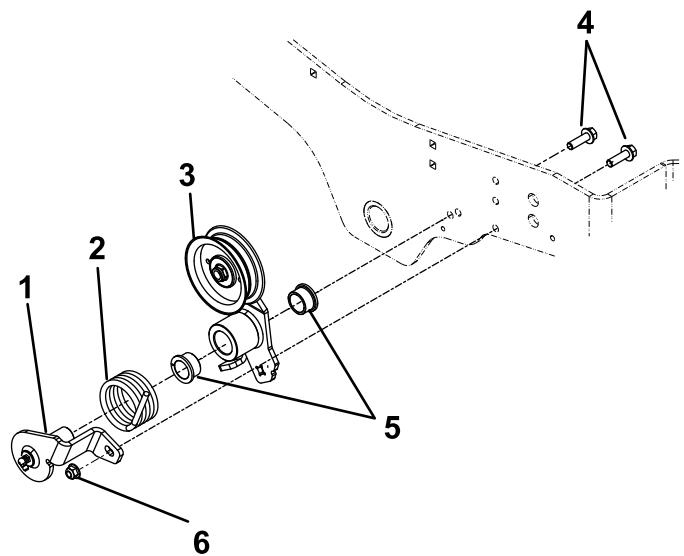

Figura 6
3. Instale el soporte tensor y el brazo tensor al bastidor de la máquina con 2 pernos ($\frac{3}{8}$ " x 1 $\frac{1}{4}"), 2 casquillos, 1 muelle y una contratuerca de nailon ($\frac{3}{8}$ "); consulte la Figura 6.$